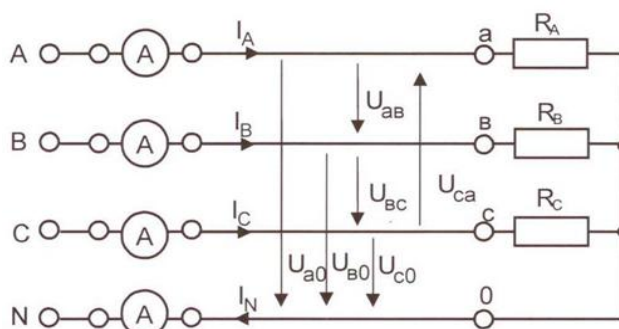
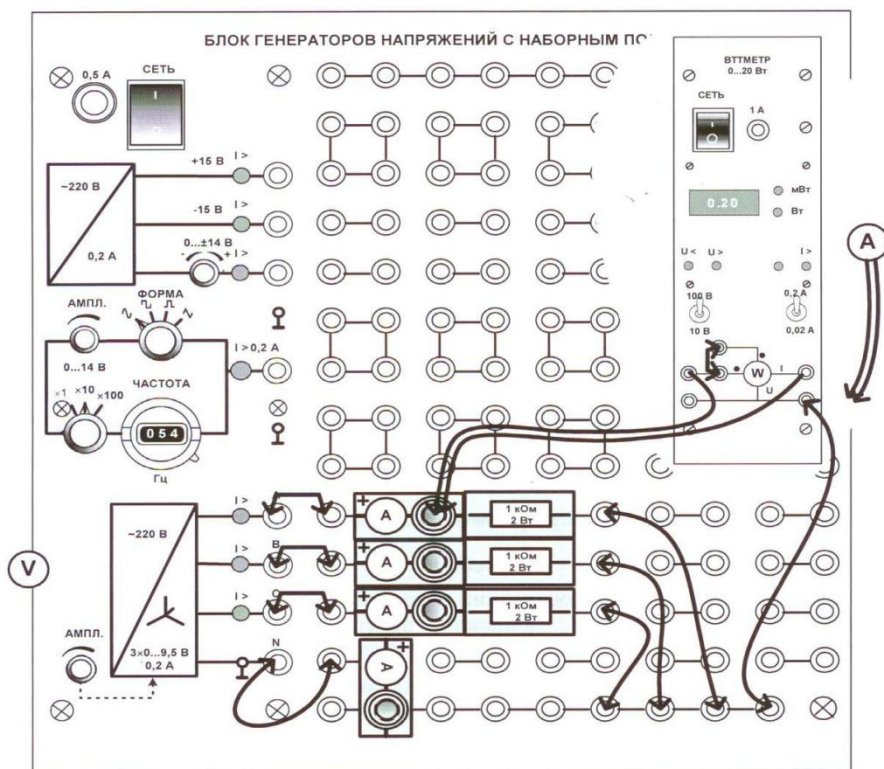

Рис. 11.1. Схема соединения нагрузки звездой
Рис. 11.2. Монтажная схема
5.1. Соберите цепь с симметричной активной нагрузкой ($R_A = R_B = R_C = 1$ кОм) согласно принципиальной схеме соединения нагрузки звездой (рис. 11.1) и монтажной схеме (рис. 11.2).
5.3. Подключая ваттметр сначала в фазу «А», затем в фазу «В» и в фазу «С», измерьте мощности трёх фаз (рис. 11.2) и вычислите суммарную мощность. Результаты также занесите в таблицу 11.